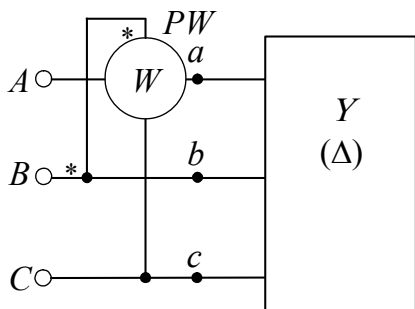

Рис. 41. Схема измерения реактивной мощности одной фазы с помощью ваттметра
Как видно из рис. 41, параллельная обмотка ваттметра включается на «чужие фазы». Показание ваттметра для данной схемы
2. Соберите электрическую цепь по схеме рис. 41. Измерьте и запишите в табл. 18 показания приборов для указанного в таблице характера симметричной нагрузки. Рассчитайте реактивную мощность цепи  $Q$ .